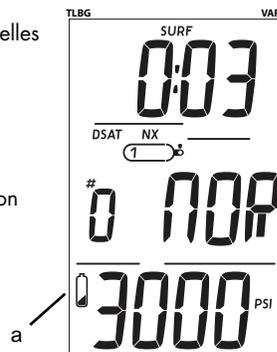

Fig. 1 - PILE FAIBLE
- L'icône de la pile s'affiche en continu (fig. 1 a)